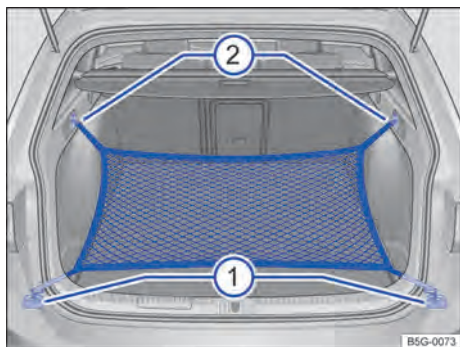

Fig. 185 No compartimento de bagagem: olhais ① e gancho ② para prender a rede para bagagem.
- Prender os ganchos curtos da rede para bagagem nos olhais de amarração → Fig. 185 ① → ⚠. O zíper da rede para bagagem deve estar voltado para cima.
- Prender a fixar as alças nos ganchos para sacolas ②.